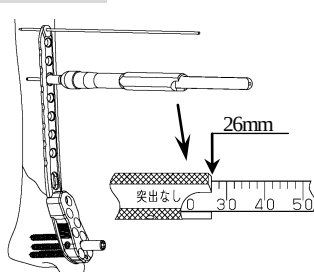

図 16
- 15) 3.5 コーティカル用デプスゲージの先端フックを対側皮質に引っ掛け、スケールを読み取ります。(図 16)